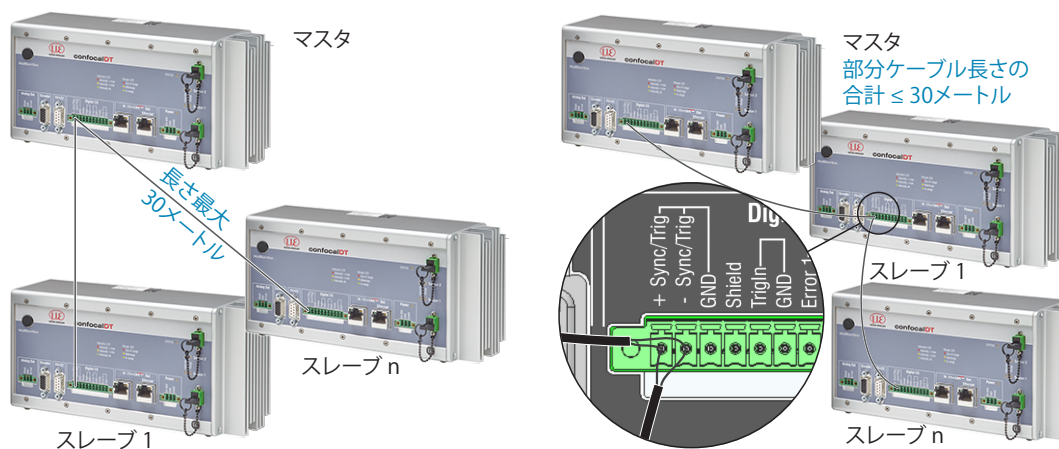

図 17 複数のコントローラの同期、左は星形結合同期、右はカスケード同期
- ➡ 2台または複数のコントローラを相互に同期させるには、コントローラ1(マスタ)の+Sync/Trigピンと-Sync/Trigピンをコントローラ2(スレーブ)の+Sync/Trigピンと-Sync/Trigピンに星形にコントローラnまで接続してください(図17を参照)。
- ➡ コントローラ1(マスタ)の+Sync/Trigピンと-Sync/Trigピンをコントローラ2(スレーブ1)の+Sync/Trigピンと-Sync/Trigピンに接続してください。複数のコントローラを相互に同期させるには、後続コントローラのピンを接続してください(図17を参照)。